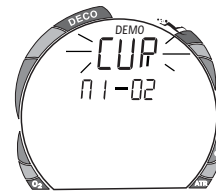

Fig. 96 - Einstellung Demo Kalibrierung
- Drücken Sie kurz die linke Taste ("Weiter") um die Einstellung zu bestätigen und zu **DEMO: NI-O2** zu gelangen. **CUR** (oder **NEW**) blinken (Abb. 96).